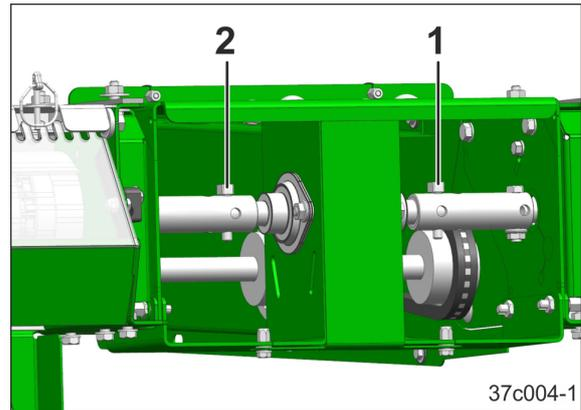

Fig. 162
- o der rechten Maschinenhälfte, Rohrklappstecker (Fig. 162/1) entfernen
- o der linken Maschinenhälfte, Rohrklappstecker (Fig. 162/2) entfernen.